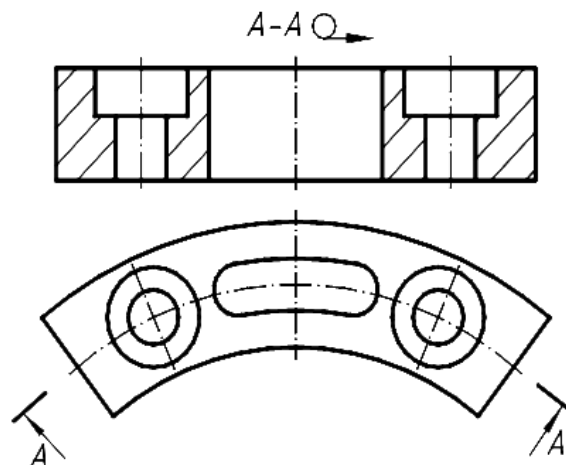

Fig 8.4.
- secțiune cilindrică, dacă suprafața de secționare este cilindrică. În acest caz secțiunea se desfășoară în plan (fig. 8.4).